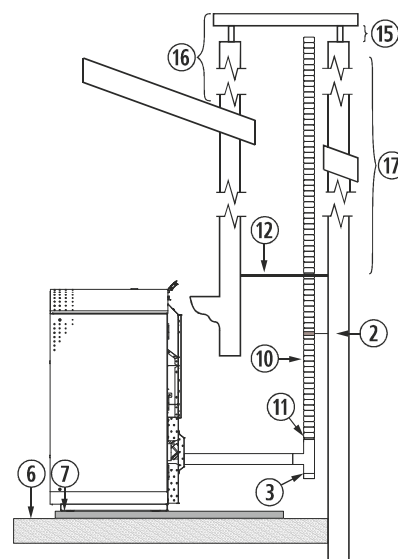

Figura 9
4.28. L'installazione di una stufa ad incasso in un caminetto può essere realizzata in completa totalità in un tubo flessibile, così come è indicato nella figura 9. Dobbiamo prestare speciale attenzione al momento di realizzare l'isolamento tra il caminetto e il tubo di fuoriuscita di gas per evitare possibili arretramenti di gas in caso di tormenta.
②	Collare di fissaggio in acciaio inox.
③	Giunto a "T" a 90° con filtro.
⑥	Pavimento in legno.
⑦	Protezione non infiammabile.
⑩	Tubo in acciaio inossidabile flessibile.
⑪	Manicotto d'unione tra flessibile e rigido.
⑫	Isolante anti -arretramento.
⑮	Minimo 200mm.
⑯	Deve superare di 1 metro il tetto.
⑰	Se superiore a 8m aumentare le dimensioni.